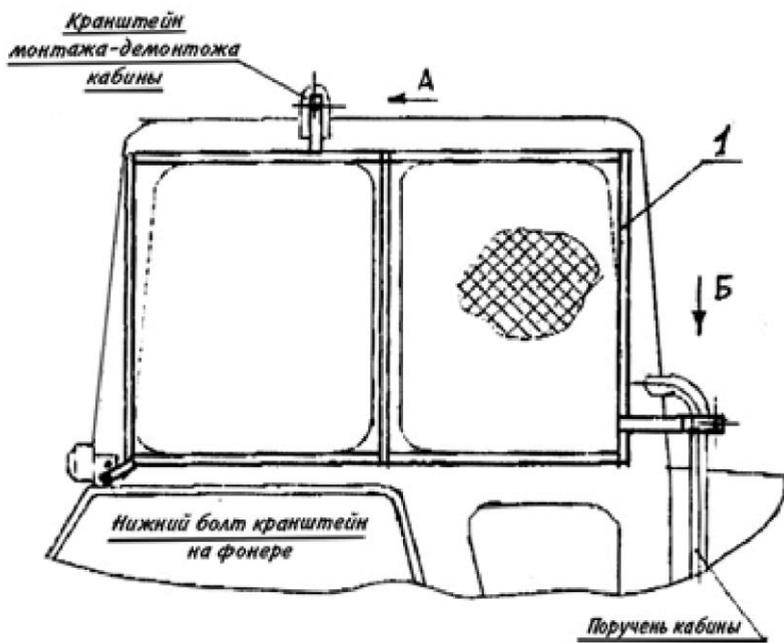

Рис.5 Ограждение кабины трактора
**5.1.3.** Установите ограждение кабины на трактор (рис.5) При монтаже ограждения на кабину трактора необходимо: